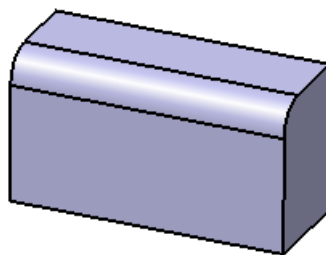

Рис. 130
1) Відкрити документ: C: \ Program Files \ Dassault Systemes \ B14doc \ English \ online \ dysug_C2 \ samples \ Replace.CATPart (Рис. 130).